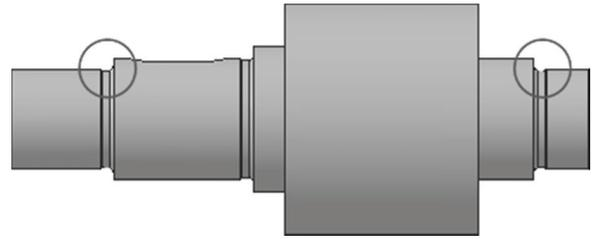

Рис. 7.25
- Постройте такие же канавки на двух других цилиндрических гранях (на рис. 7.25 выделены кружочками).